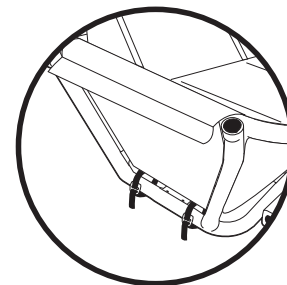

Abbildung 5
3. Wickeln Sie das Gurtband an der Vorderseite der Rahmenbaugruppe um den Rahmen und ziehen Sie es fest (Abbildung 5).